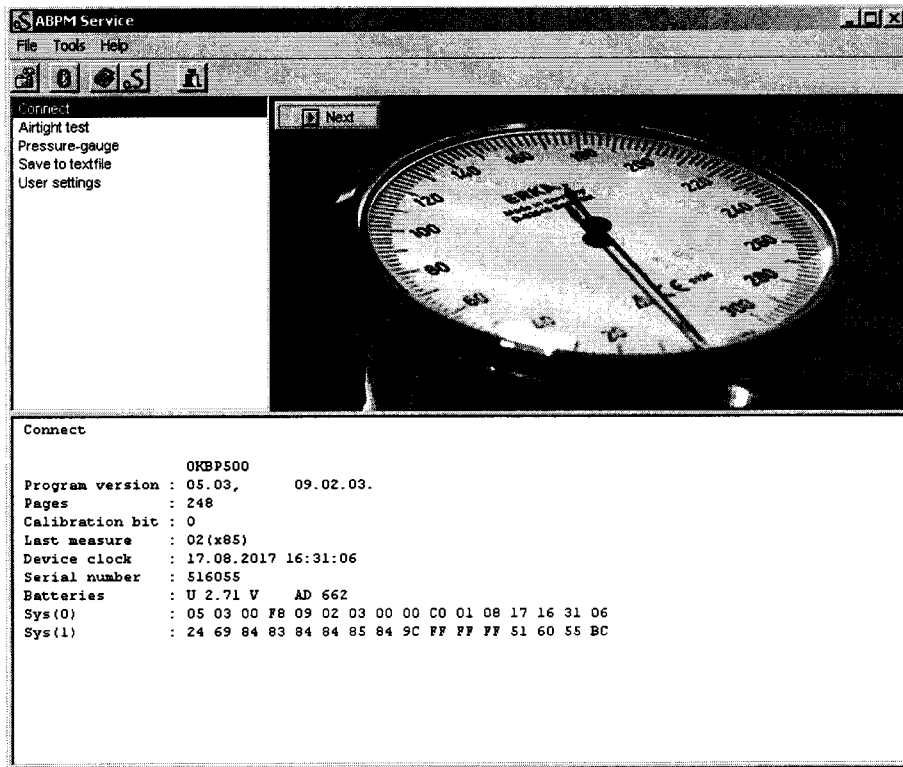

Рисунок 3 – Вид программы после успешного соединения с прибором
6.4.1.6 Для проверки правильности подключения прибора нажать двойным щелчком левой кнопки мыши (ЛКМ) на пункт «Connect». Если соединение прошло успешно, то окно программы примет вид Рис. 3, а прибор перейдет в тестовый режим.